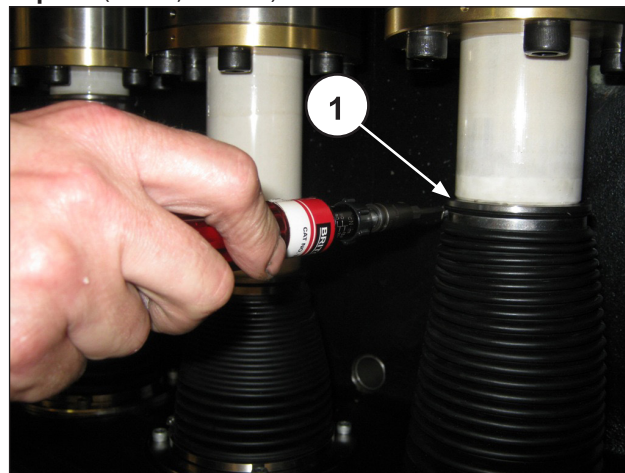

Рис. 163
Установка шлангов на брызгоотражатели и затяжка хомутов, закрепляющих шланги на брызгоотражателях, выполняются после монтажа головки и **закрепления поршня** (поз. ①, Рис. 163).